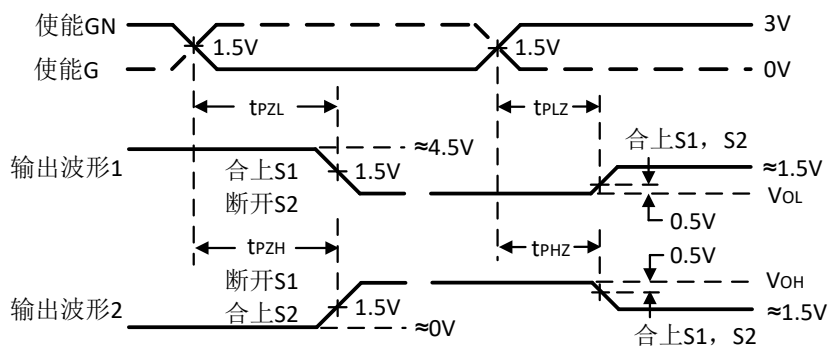

图 3. 启动时间和关断时间波形
4. 测试启动时间和关断时间，注意 S1 和 S2 状态有所不同，请参考上方的表格和图 3 分别调整开关状态并测试。其中，波形 1 表示该驱动器在输入端和使能端信号的共同作用下，输出保持低电平状态，除非使能端控制驱动器进入高阻态。波形 2 表示该驱动器在输入端和使能端信号的共同作用下，输出保持高电平状态，除非使能端控制驱动器进入高阻态。